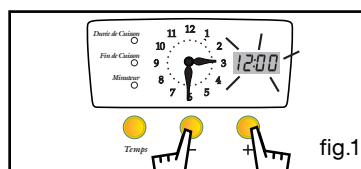

fig.1
- Appuyez simultanément sur les touches + et - pendant quelques secondes jusqu'à faire clignoter l'affichage digital (fig.1).